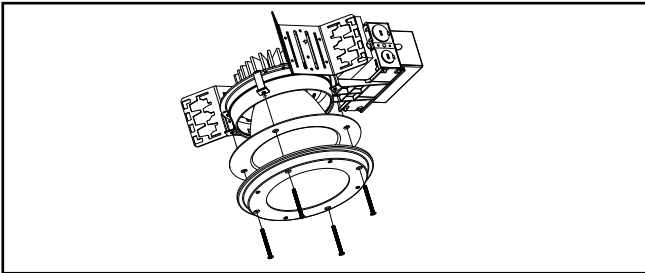

Figure 17
- Si la garniture est destinée à la salle d'opération (FLD6/OR), veillez à installer la garniture inférieure de manière à ce que les trous de vis soient alignés avec les (4) supports de montage dans le boîtier, et installez-la solidement avec les (4) vis fournies (Figure 17).